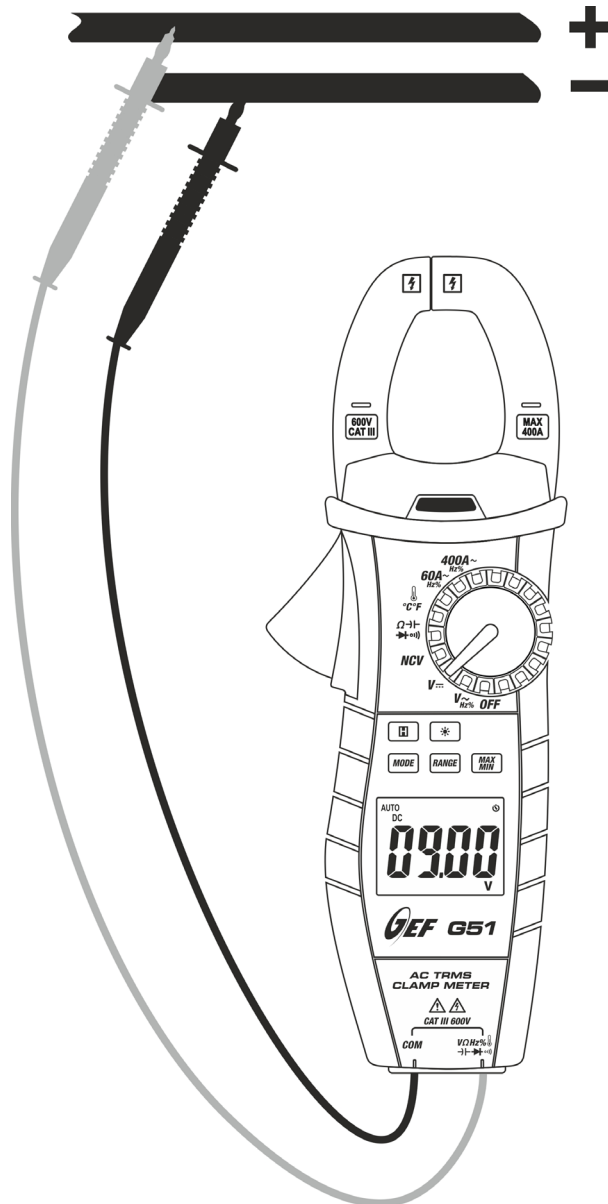

Fig. 3: Uso del instrumento en medida de Tensión CC
3. Posicione las puntas de prueba en los puntos deseados del circuito en examen (ver Fig. 3). El valor de la tensión se muestra en pantalla
5. La visualización del símbolo "-" sobre el visualizador del instrumento indica que la tensión tiene sentido opuesto respecto a la conexión de la Fig. 3